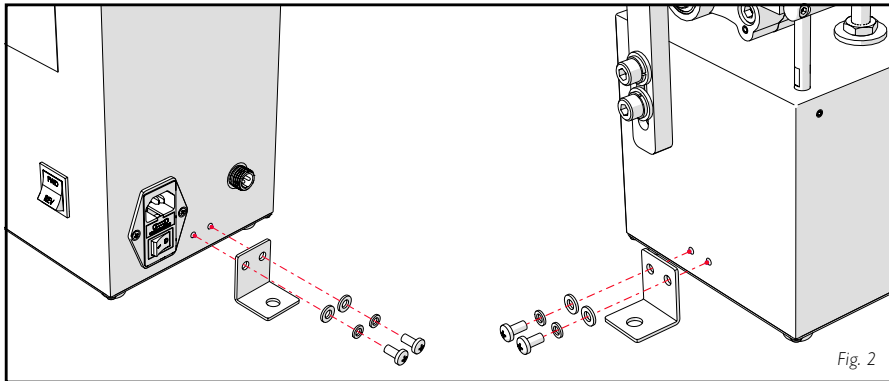

Fig. 2
- Прикрепите две монтажные ножки к вращающемуся резаку для лент. Рис. 2